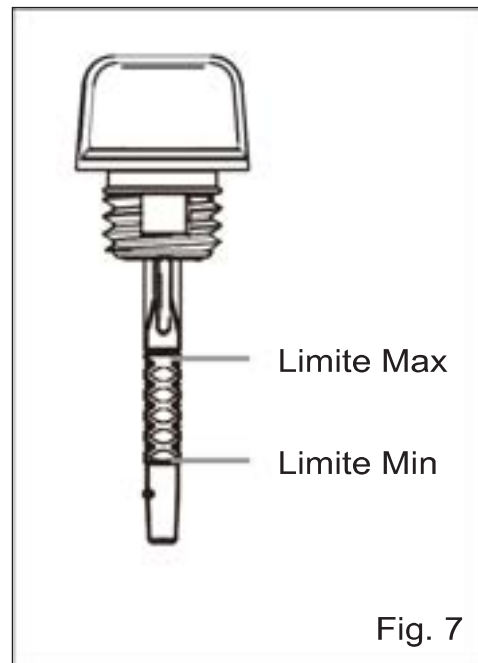

Fig. 7
3. Inserire l'astina di livello nel bocchettone di riempimento dell'olio senza avvitare. Rimuovere l'astina di livello per controllare il segno dell'olio (Fig. 7).